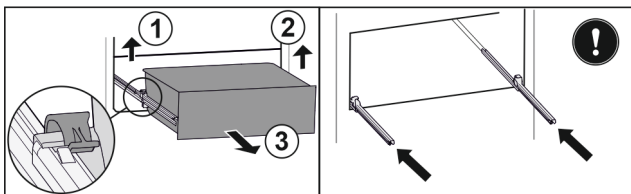

Fig. 61
- ▶ Paceliet kreiso spaili un vienlaikus pavelciet atvilktni kreisajā pusē uz priekšu. *Fig. 61 (1)*
- ▶ Paceliet labo spaili un vienlaikus pavelciet atvilktni labajā pusē uz priekšu. *Fig. 61 (2)*
- ▶ Iznemiet atvilktni virzienā uz priekšu. *Fig. 61 (3)*